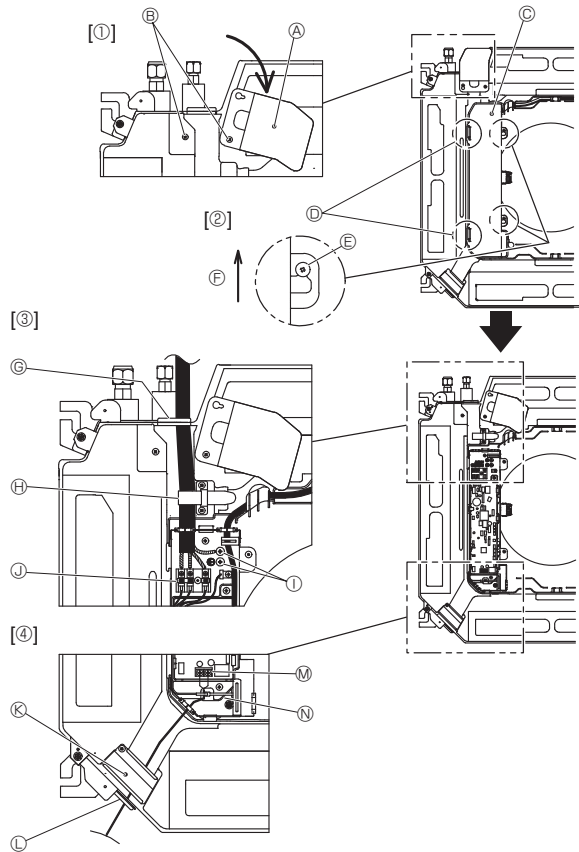
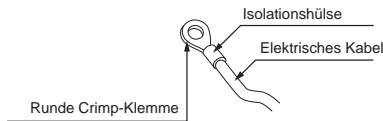
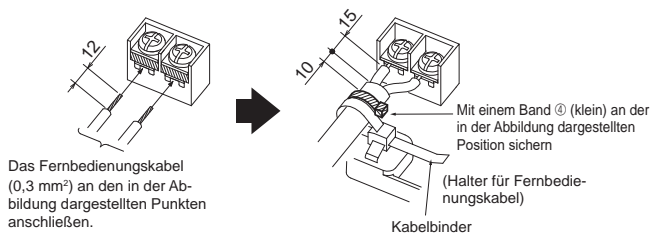

Fig. 6-1
Fig. 6-2
Fig. 6-3
### 6.1. Innenanlage (Fig. 6-1)
1. Die beiden Befestigungsschrauben der Kabelblende lösen und dann die Kabelblende drehen. [Fig. 6-1 ①]
2. Die beiden Befestigungsschrauben des Elektrokastendeckels lösen und dann den Deckel verschieben. [Fig. 6-1 ②]
3. Führen Sie das Netzkabel, das Verbindungskabel für Innen-/Außengerät und den Schutzleiter durch die Verdrahtungseingänge in der Abbildung. [Fig. 6-1 ③] Bringen Sie den Ummantelungsabschnitt des Netzkabels und des Verbindungskabels für Innen-/Außengerät im Elektrokasten unter. Verwenden Sie runde Crimp-Klemmen für die Innengerät-Außengerät-Verbindungsklemme und den optionalen Bausatz für die Netzanschlussklemmen. [Fig. 6-2] Falls keine runden Crimp-Klemmen verwendet werden können, wie in Fig. 6-3 bis 6-6 gezeigt vorgehen. Zur Verbindung siehe 6.1.1 und 6.1.2.
4. Das Fernbedienungskabel durch die in der Abbildung gezeigten Verdrahtungseingänge führen und anschließen. [Fig. 6-1 ④, Fig. 6-3] Zur Verbindung siehe 6.1.1 und 6.1.2.